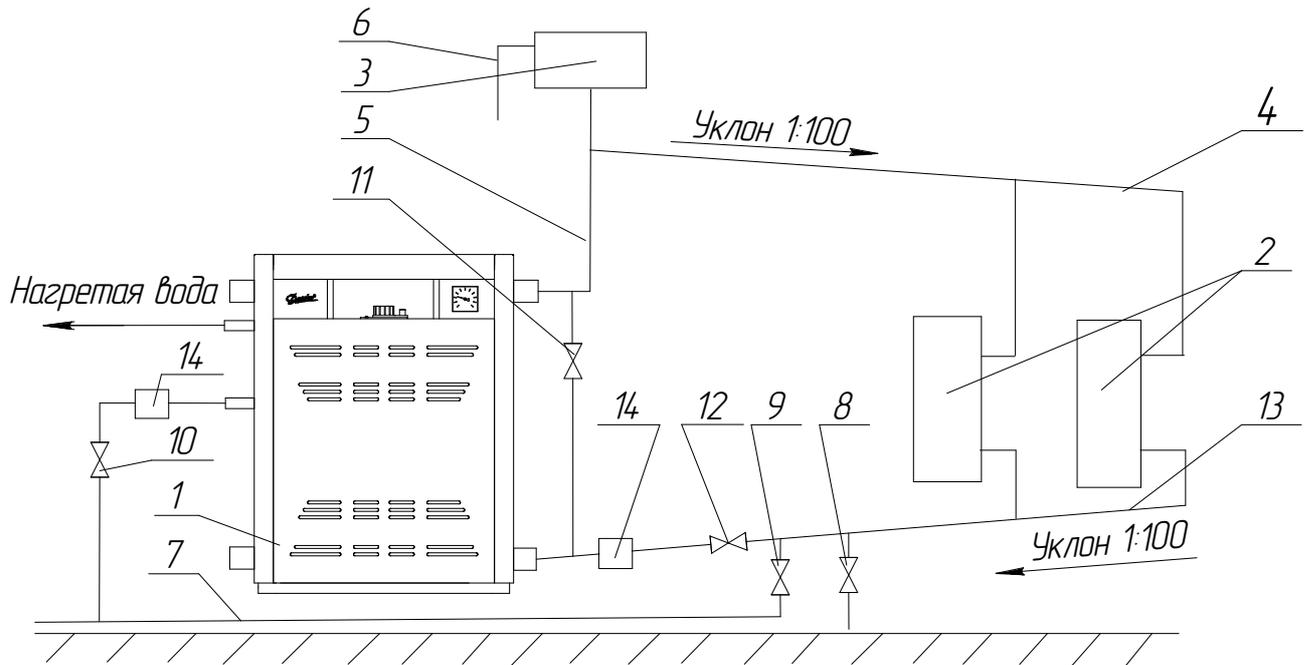

Рисунок 3.
6.6. Установку котла и присоединение к системе отопления и горячего водоснабжения выполнить согласно проекта на отопление (рекомендованная схема изображена на рис. 3).